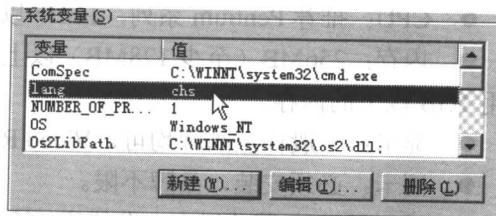

图 1-4 【系统变量】面板
4. 单击【确定】按钮，完成系统变量“lang”的添加，如图 1-4 中箭头所示。